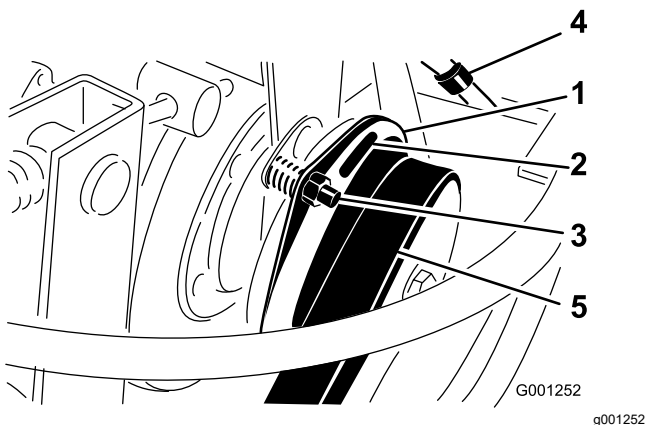

Figura 95
6. Ajuste a folga de modo a permitir a introdução de um calibrador de 0,38 mm entre a cobertura da embraiagem e a placa de fricção (Figura 95).
Nota: Pode reduzir esta folga se rodar a porca de ajuste no sentido dos ponteiros do relógio (Figura 95). A folga máxima é de 0,76 mm. Ajuste as 3 folgas.